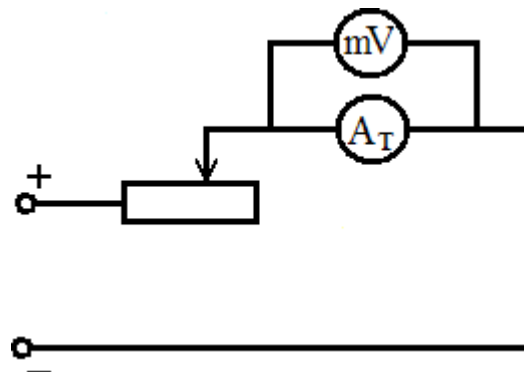

Рис. 3.
3. Для визначення власних втрат потужності технічного амперметра виконати електричну схему (рис.3). Вирахувати споживану технічним приладом потужність за силою струму та падом напруги на ньому, а також за силою струму і його внутрішнім опором, вказаним на шкалі. Результати вимірювань та обчислень занести до таблиці 3.